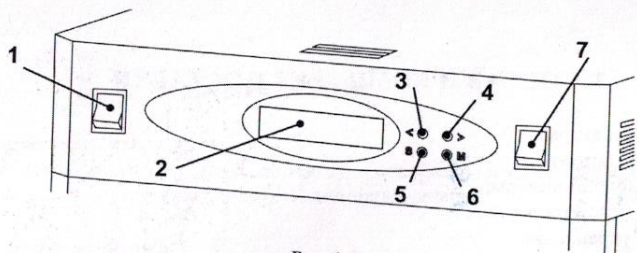

Рис.1
- клавиша «СЕТЬ» (вкл/выкл); (Рис.1 поз.1).
- клавиша «СВЕТ» (вкл/выкл); (Рис.1 поз.7)
- кнопки (без фиксации): «<» (Рис.1 поз.3); «>» (Рис.1 поз.4) «S» (Рис.1 поз.5) «M» (Рис.1 поз.6)